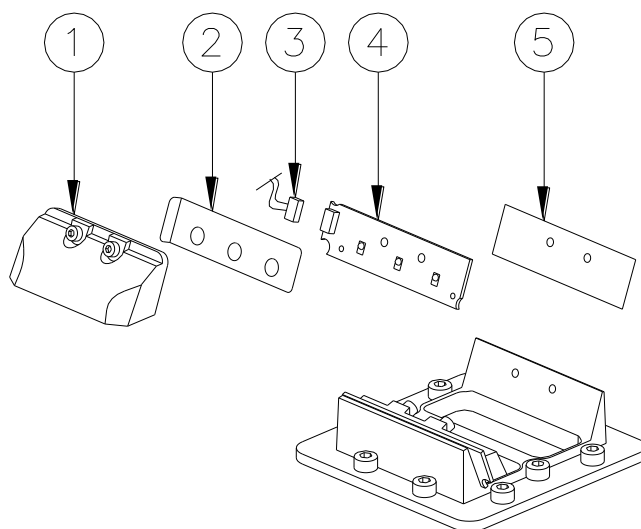

Figura 26 – Sostituzione del modulo LED
- scollegare il cavetto di alimentazione dal modulo LED (Figura 26 - n°3)
- rimuovere il modulo LED (Figura 26 - n°4) ed il relativo riflettore (Figura 26 - n°1) dallo squadretto ferma prisma svitando le due viti TCEI M3x16
- assicurarsi che l'interfaccia termica (Figura 26 - n°5) sia correttamente posizionata sotto il modulo LED
- assicurarsi che il foglio isolante in Kapton (Figura 26 - n°2) sia correttamente posizionato sopra il modulo LED
- ricollegare il cavetto di alimentazione al modulo LED (Figura 26 - n°3)